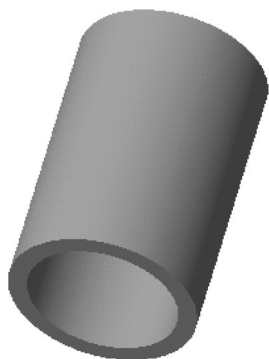

图 9-47 打开模型文件
STEP 01 单击快速访问工具栏中的“打开”按钮,打开模型文件,如图 9-47 所示。